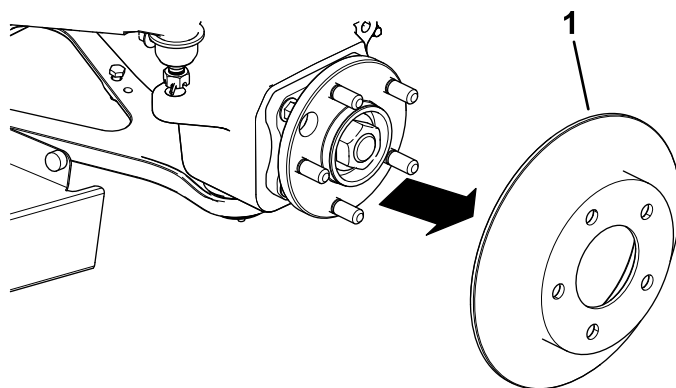

Figura 6
6. Retire el disco (Figura 6).
4. Instale el disco en el cubo (Figura 6).